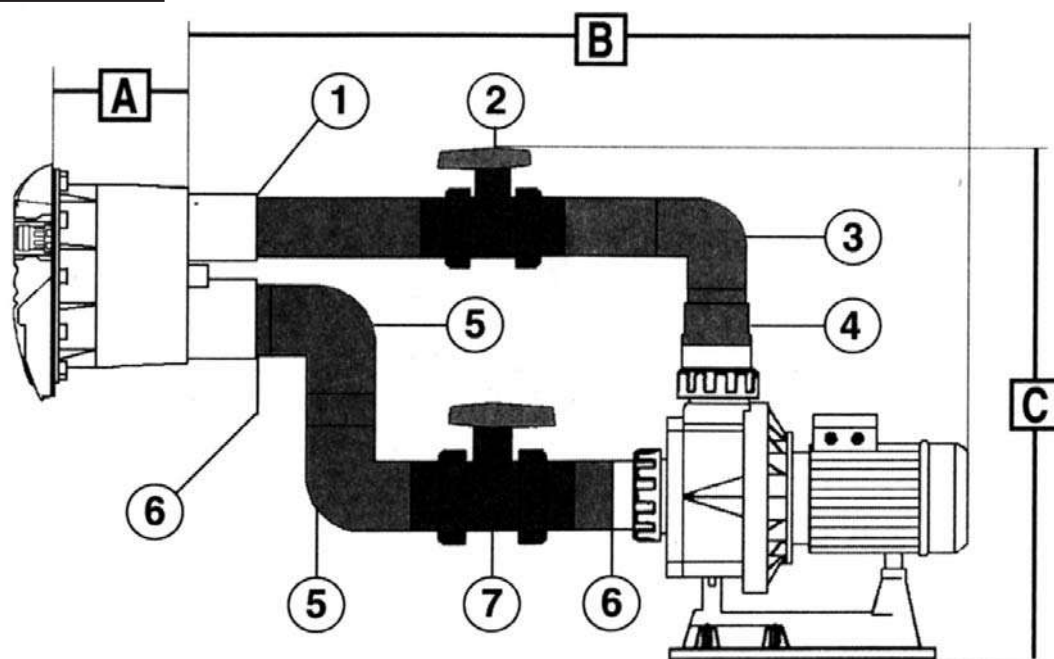

Рис. 6
- приклейте переходную втулку 75x63 мм (№1, рис.6) к сливному отверстию ниши (см. рис.6).
- приклейте трубу 63 мм к переходной втулке (№1, рис.6)
- приклейте клапан 63 мм (№2, рис.6) к трубе 63 мм.
- приклейте трубу 63 мм к трубе 63 мм (№2, рис.6).
- приклейте патрубок 63 мм (№3, рис. 6) к трубе 63 мм
- приклейте трубу 63 мм к патрубку (№3, рис.6)
- приклейте коническую переходную муфту 90/75/63 мм (№4, рис.6) к трубе 63 мм и соединительному элементу насоса (90 мм).
- приклейте переходную втулку 90x75 мм (№6, рис.6) к всасывающему отверстию ниши (см. рис.6).
- используя трубу 75 мм, приклейте патрубок 75 мм (№5, рис.6) к переходной втулке (№6, рис.6)
- используя трубу 75 мм, соедините другой патрубок 75 мм (№5, рис.6) к уже приклеенному патрубку (рис.6).
- приклейте клапан 75 мм (№7, рис.6) к патрубку (№5, рис.6), используя для соединения трубу 75 мм.
- приклейте трубу 75 мм к клапану (№7, рис.6)
- приклейте переходную втулку 90x75мм (№6, рис.6) к трубе 75 мм и соединительному элементу насоса (90 мм).